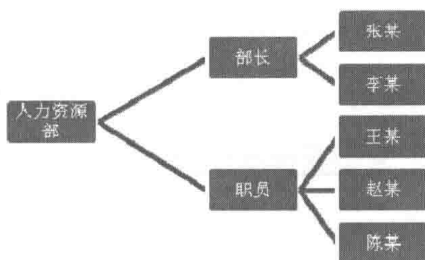

图 7-33 内容草图
step 1 按层次结构设计树形控件内容草图，包括所有的左单元格字符串及其标识 (Tag)，如图 7-33 所示。